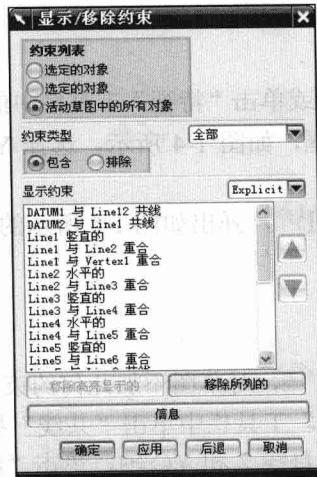

图 1-8 “显示/移除约束”对话框
Step2 单击菜单栏中的“工具”→“约束”→“显示/移除约束”命令，或单击“草图约束”工具栏中的“显示/移除约束”按钮 \times ，系统弹出“显示/移除约束”对话框，点选“活动草图中的所有对象”单选钮，则上一步添加的所有几何约束都被列在“显示约束”列表框中，如图 1-8 所示。单击“取消”按钮，关闭该对话框。